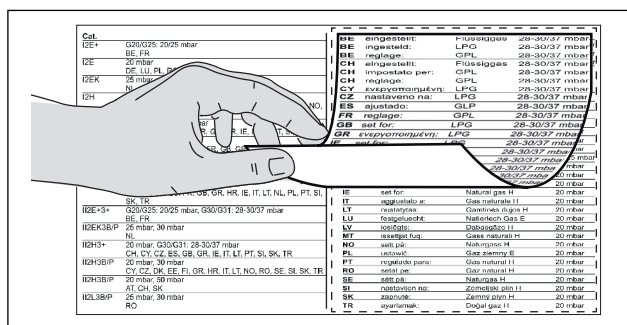

Fig. 5.27 Pegar las placas de características del juego de inyectores
- ▶ Pegue en su sitio las placas de características del juego de inyectores incluidas en el suministro, sobre la placa de características del juego de inyectores situada en el lado inferior de la placa de cocción (v. fig. 5.27) y en el dorso de las presentes instrucciones de uso y montaje.